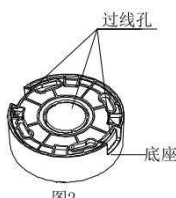

图2
(2) 根据现场具体的布线情况，对底座过线孔进行开孔处理(底座预留三个过线开孔位)。如图 2 所示。